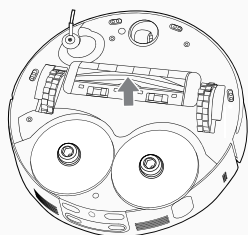

Abbildung 12
3. Heben Sie die Bürstwalze an einem Ende nach oben. [Abbildung 12]